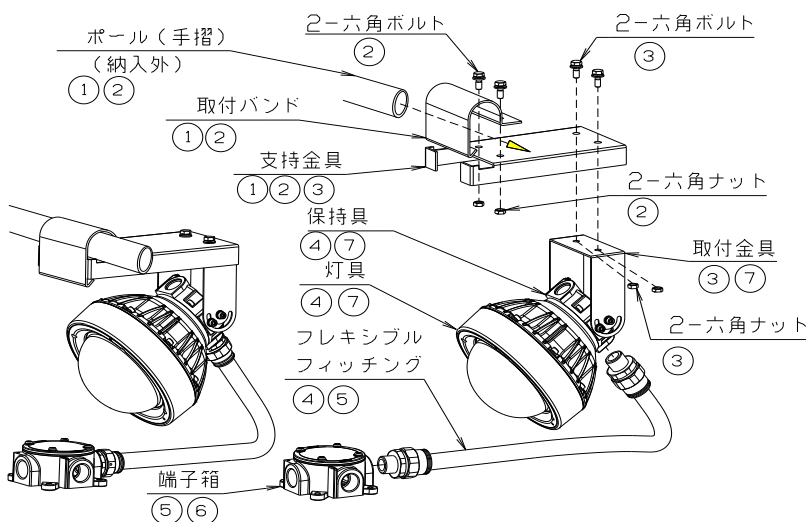
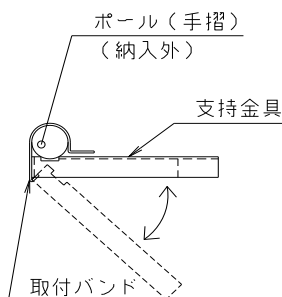
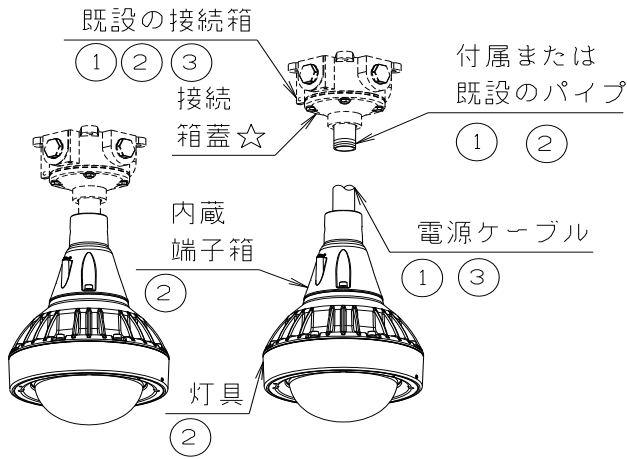

図4
図5
図6
- ① 取付金具をM8ボルト、または同等の強度を持つボルトにて水平な取付面に強固に取付けます。
- ② 電源線(白黒：電源線、緑：アース線)をフレキシブルフィッティングに通した後、フレキシブルフィッティングを保持具(灯具)に取付けてください。
- ③ 電源線(白黒：電源線、緑：アース線)を端子箱に通した後、端子箱をフレキシブルフィッティングに取付けてください。
- ④ 端子箱内で電源線(白黒：電源線、緑：アース線)の結線を行ってください。
- ⑤ 取付金具で灯具の角度調節を行ってください。
■手摺取付形(図4、図5：LZLA110114の例です)
- ① 図5の通り、取付バンドを支持金具に引掛け、ポール(手摺)を挟込んでください。
- ② 支持金具を水平に保ちながら、取付バンド側の六角ボルト(2本)と六角ナット(2個)でポールを挟んだ状態で取付バンドと支持金具を強固に固定してください。
- ③ 取付金具側の六角ボルト(2本)と六角ナット(2個)で、灯具を持上げて器具の取付金具と支持金具に強固に取付けます。
- ④ 電源線(白黒：電源線、緑：アース線)をフレキシブルフィッティングに通した後、フレキシブルフィッティングを保持具(灯具)に取付けてください。
- ⑤ 電源線(白黒：電源線、緑：アース線)を端子箱に通した後、端子箱をフレキシブルフィッティングに取付けてください。
- ⑥ 端子箱内で電源線(白黒：電源線、緑：アース線)の結線を行ってください。
- ⑦ 取付金具で灯具の角度調節を行ってください。
■取替需要形(図6：LZLA110124の例です)